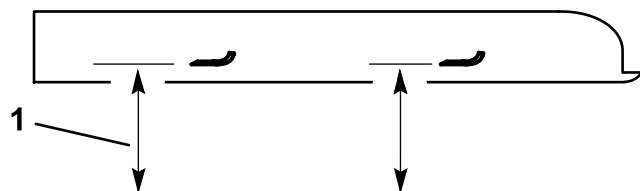

Figure 50
4. Mesurez la distance entre la surface plane et le tranchant (position A) des lames (Figure 50).